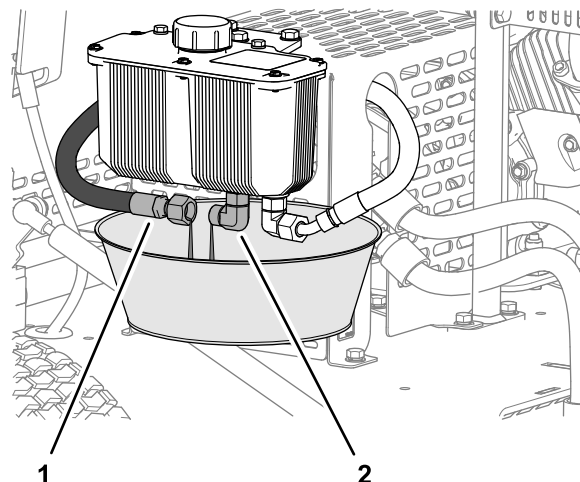

Рисунок 37
1. Установите сливной поддон емкостью 2 л под гидравлический бак (Рисунок 37).
2. Отсоедините гидравлический шланг подачи от штуцера на баке и дайте гидравлической жидкости полностью стечь (Рисунок 37).